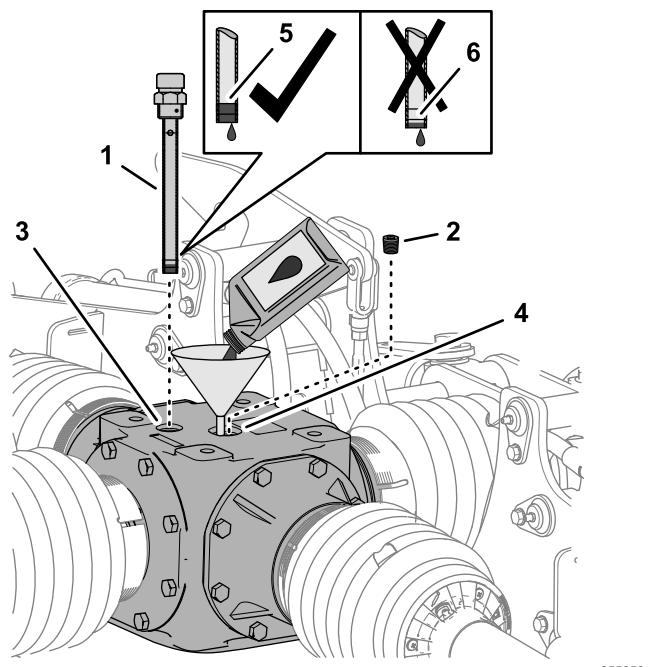

Figura 61
1. Togliete l'asta di livello dal relativo foro nella parte superiore della scatola ingranaggi centrale e pulitela (Figura 61).
2. Togliete il tappo di riempimento dal relativo foro nella parte superiore della scatola ingranaggi (Figura 61).
3. Aggiungete 2,48 litri di lubrificante per ingranaggi specificato nella scatola ingranaggi, attraverso il foro di riempimento (Figura 61).
4. Avvitate l'asta di livello nel foro, togliete l'asta di livello e controllate il livello del lubrificante (Figura 61).
6. Avvitate l'asta di livello nel foro di riempimento e serrate l'asta di livello (Figura 61).
7. Montate il tappo di riempimento nel relativo foro e serratelo (Figura 61).